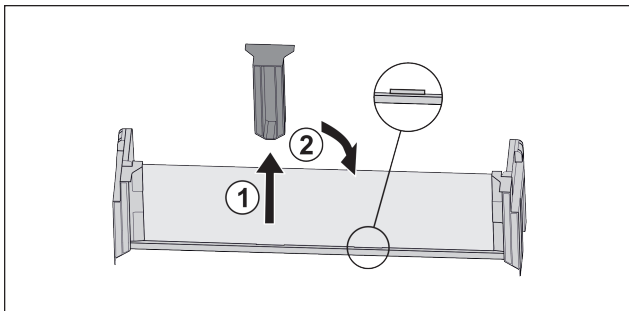

Fig. 85
- ▶ Retirar la pieza de sujeción central Fig. 85 (1).
- ▶ Colocar la pieza de sujeción central en la segunda posición Fig. 85 (2).